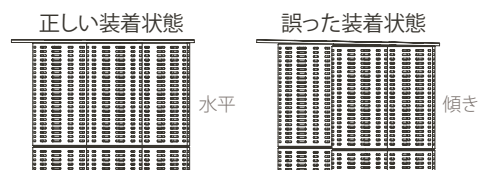

図 20.
2. 1 つでも完全に挿入されていないカートリッジがあると、押さえ板が傾き、蝶ナットが押さえ板の表面と同一平面になりません (図 20)。その場合、「手順 2. カートリッジの組み立て」に戻り、カートリッジ完全に挿入されるまで深く押し込んでください。